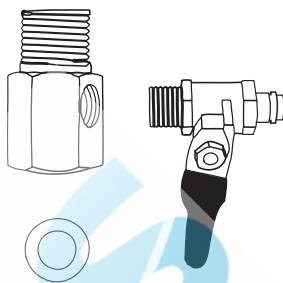

Рис. 10
2.1. Соберите узел подачи воды путем соединения шарового крана с тройником, как показано на рис. 10. Используя ленту ФУМ, вверните кран подачи воды в тройник. Будьте предельно осторожны при подсоединении крана — чрезмерное усилие повредит его резьбу. Используйте гаечный или разводной ключ.